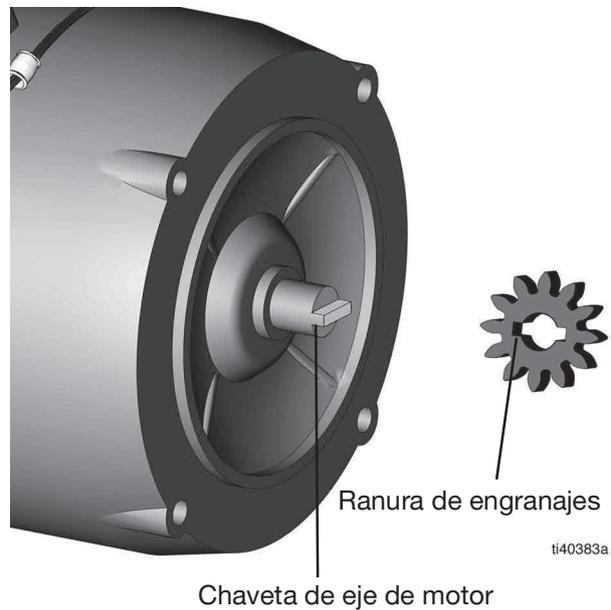

FIG. 15
5. Coloque el montaje de alojamiento de la bomba en el motor (9). La chaveta de eje de motor debe coincidir con la ranura del engranaje de la cubierta interior (FIG. 15).